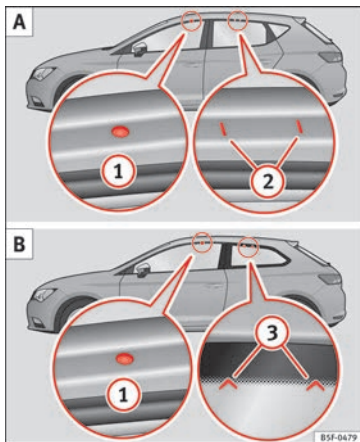

Fig. 183 Leon/Leon SC : points de fixation des barres longitudinales pour la galerie porte-bagages du toit.
Les points de fixation avant et arrière ① et ② peuvent uniquement se voir avec les portes ouvertes » **fig. 183 A**.
Les points de fixation avant ① sont uniquement visibles lorsque les portes sont ouvertes. Les points de fixation arrière ③ sont marqués sur le bord supérieur de la vitre latérale avec les pointes de flèche » **fig. 183 B**.